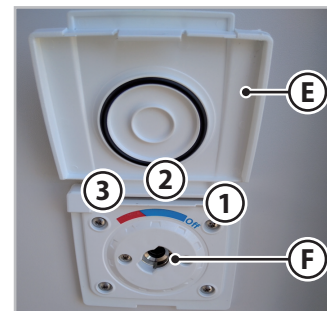

Fig. 6.40 - Bruserudtagets fatning
1. Løft klappen (**E** - Fig. 6.40).
2. Sæt den medfølgende slange i udtaget (**F** - Fig. 6.40).